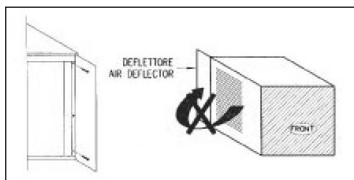

Fig 24.
13) Installation du déflecteur d'air (livré en standard) (Fig 24) Le déflecteur doit être installé comme indiqué pour empêcher le recyclage de l'air chaud au travers du condenseur.